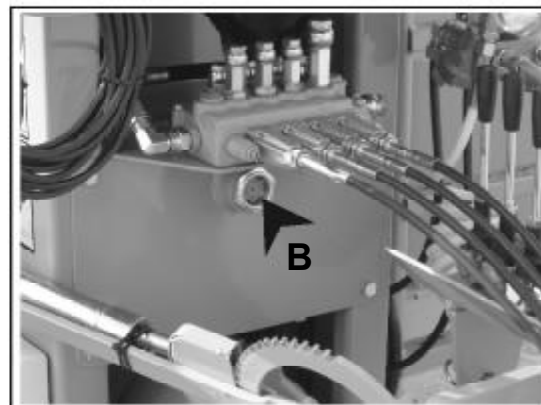

Fig. 6
- Het olieniveau in het frees reduceerelement kontroleren (Fig. 6).